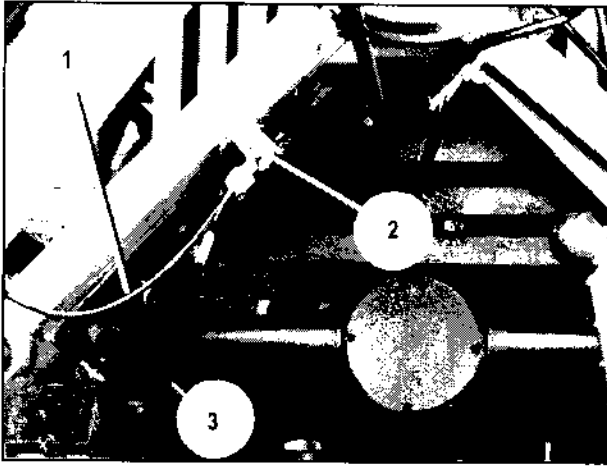

Bild 42
18. Erdungsleitung, 22,8 m (Bild 42/1), von der Kabeltrommel und Erdungsleitung, 2 m (Bild 42/3), mit der Flügelschraube (Bild 42/2) am Mastpaket befestigen. Siehe auch Erdungsschema in Abschnitt 2.1.3.